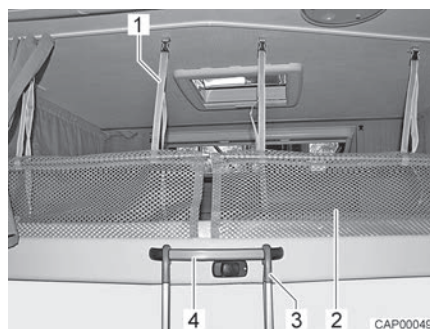

Bild 63 Stege och skyddsnät
- Haka fast stege (Bild 63,3) med båda byglarna i handtaget (Bild 63,4) på den höjbara sängen.
Skyddsnät Skyddsnäten (Bild 63,2) med fästremmarna befinner sig under madrassen. Skyddsnäten ska först monteras när personerna som ska sova där befinner sig på den höjbara sängen.
Hänga upp: ■ Haka fast fästremmarna (Bild 63,1) i hållarna i taket.